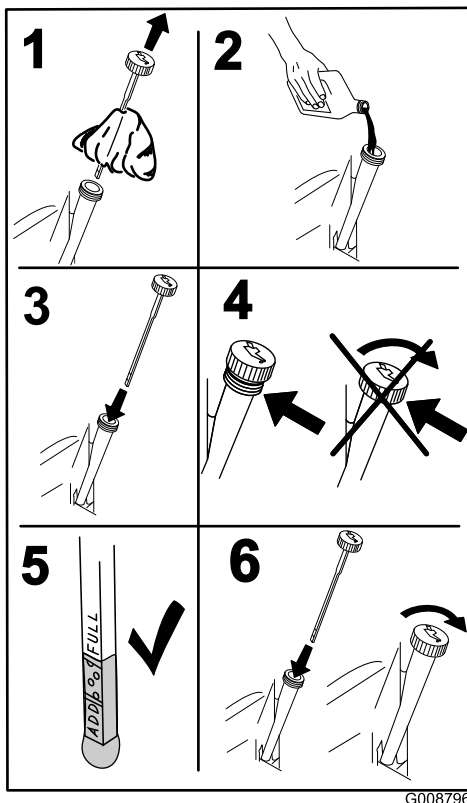

Bild 40
4. Nehmen Sie den Peilstab heraus und wischen Sie ihn mit einem sauberen Lappen ab (Bild 40).